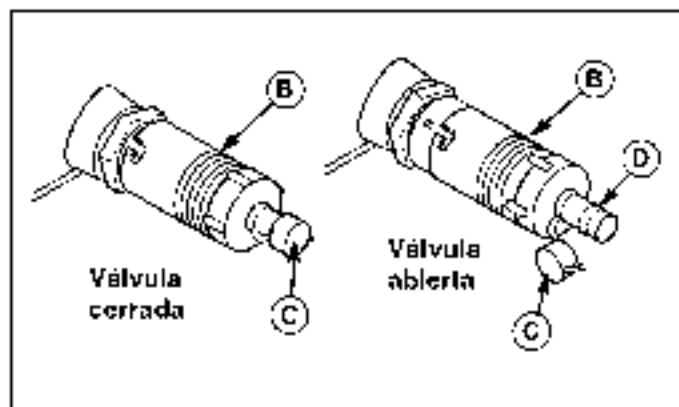

Figura 17. Válvula de drenaje de aceite
2. Suelte o retire la varilla para medición del nivel (A)
3. Limpie la válvula de drenaje de aceite (A, Figura 17) y cubra (B) con una toalla de papel o trapo
6. Limpie la boquilla (C) con una toalla de papel o trapo. Instale la tapa (B) sobre la boquilla (C).